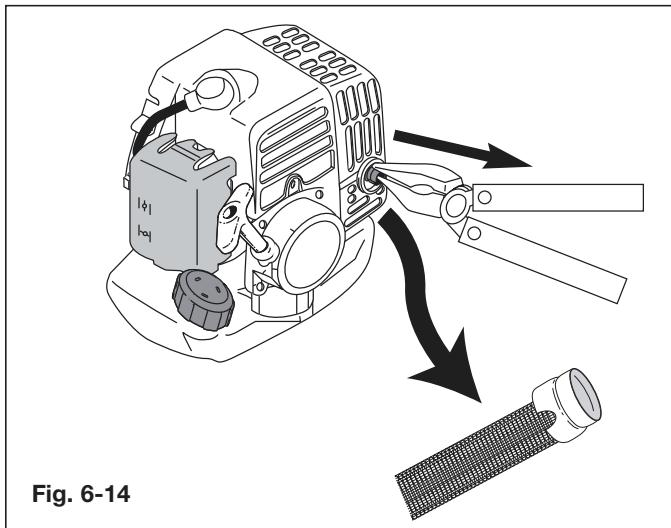

Fig. 6-14
- Utilisez une pince à becs effilés pour saisir le collet du pare-étincelles et retirez-le du silencieux. (Fig. 6-14).